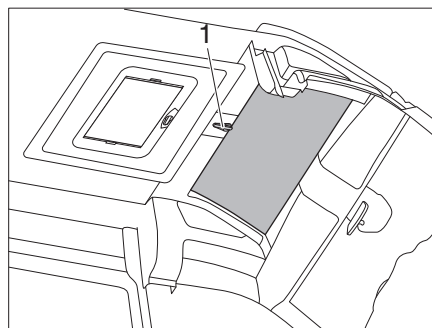

Fig. 69 SkyRoof®
- Aprire il chiavistello e ruotare la manovella (Fig. 69,1) di mezzo giro.